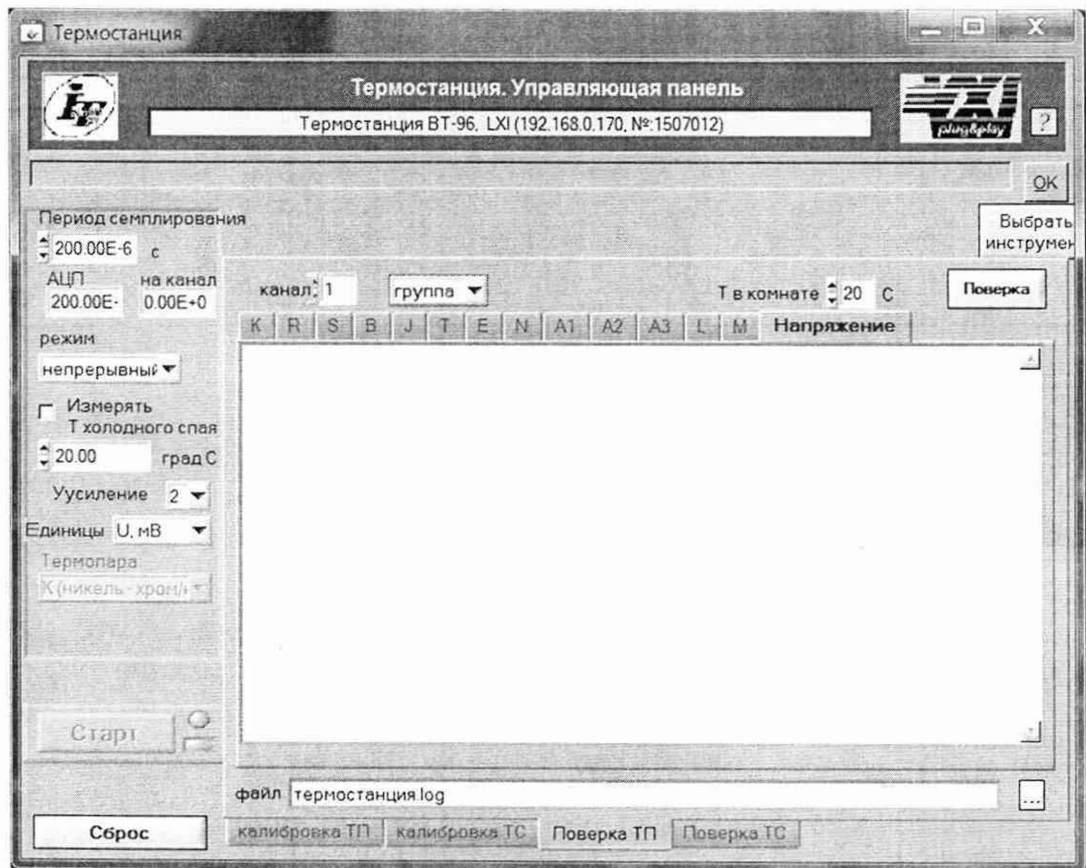

Рисунок 18 – Управляющая панель в режиме «Поверка ТП»
- 7) на управляющей панели (см. рисунок 18) выбрать режим проверки «Поверка ТП»;